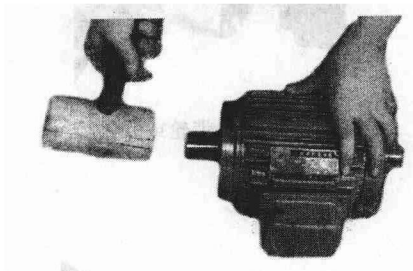

图 1-11 用木锤使后端盖脱离机座
- ① 用木锤敲打轴伸端，使后端盖脱离机座，如图 1-11 所示。